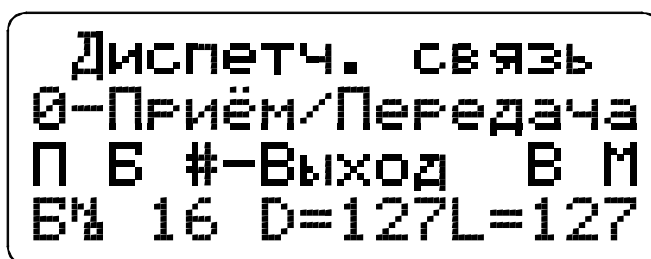

Рис.9 Подменю " ГГС ".
2.2.2.1. Из меню "Состояние линии комплекса", нажимая клавишу [#], войдите в меню "Команды комплекса". Нажмите на клавишу [ 1 ], при этом высветится подменю "ГГС" (см. рис.9)